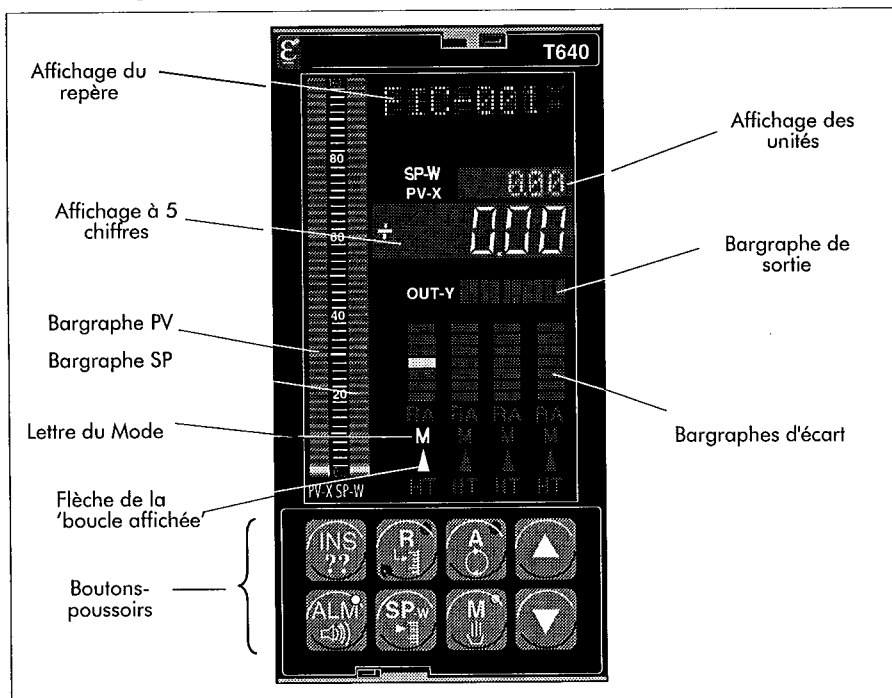

Figure 3-7 Face avant T640 — mise sous tension initiale
Mettez l'instrument sous tension. Si vous êtes assez rapide, vous verrez brièvement clignoter le message **Power-on** (mise sous tension) dans l'affichage du repère rouge en haut de la face avant (voir figure 3-7). Ensuite, **ColdStrt Trying** (tentative de démarrage à froid) clignote, ce qui indique que le T640 tente un démarrage à froid de la base de données monoboucle (schéma de boucles n° 1). Si le schéma de boucles est chargé pour la première fois, le message **Un Pack Database** (décompression de la base de données) clignotera dans l'affichage du repère pendant que le fichier du schéma de boucles n° 1 (sélectionné sur SW1) est décomprimé dans la ROM. Vous pourrez également entendre le cliquetis d'ouverture et de fermeture d'un relais juste après ces messages.
Enfin, la face avant adopte l'affichage normal de la figure 3-7.
Voir figure 3-7. **FIC-001** dans l'affichage du repère rouge est le nom de repère de la boucle pour un régulateur de débit. Notez que vous pouvez sélectionner un autre nom de repère si vous le souhaitez - voir tableau 5-5 au chapitre 5 — mais 'FIC-001' fera l'affaire pour cette initiation pratique. Les **0.00** verts affichés dans l'*affichage des unités* — associé à la légende verte et brillante **SP-W** — montrent la valeur du point de consigne (SP) de la boucle (SP). L'*affichage rouge à 5 chiffres* montre la valeur active PV (également **0.00**), associé à la légende rouge brillante **PV-X**.
Le point de consigne affiché est de 0.00 unité, voir l'affichage vert des unités (figure 3-7). Procédez comme suit pour afficher 50 unités: